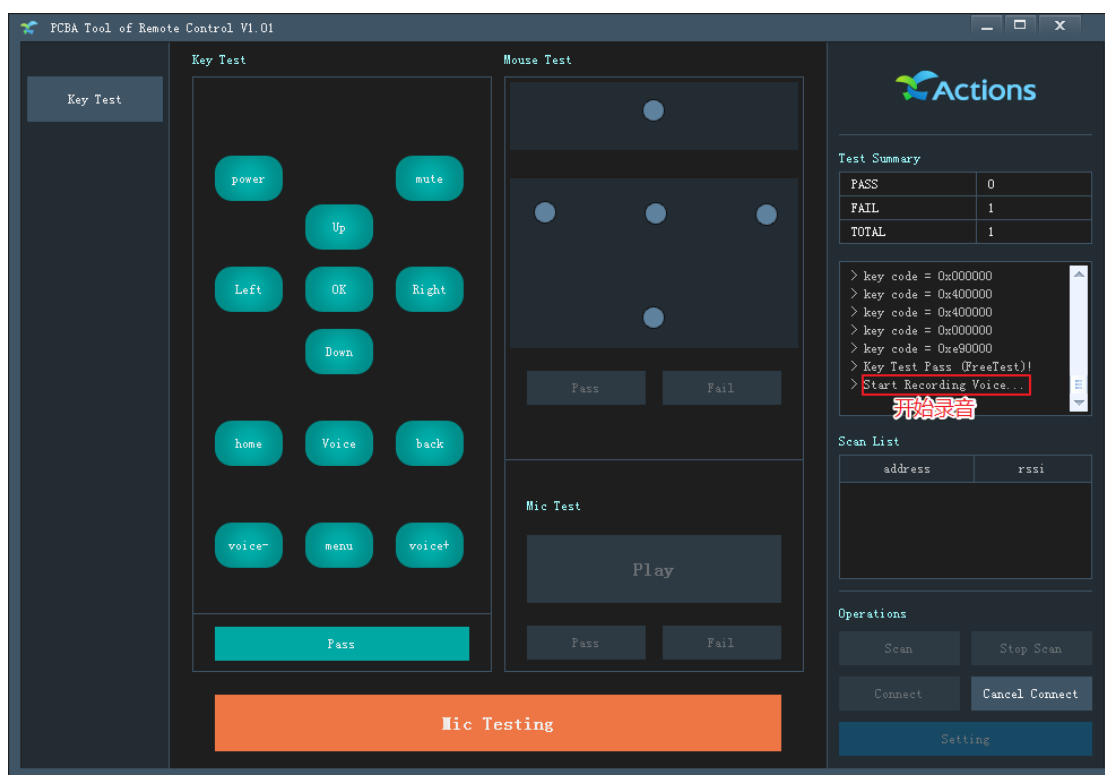

图 10 正在录音
- 12、 如果需要流水测试多台遥控器，接上图 10 步骤，用待测遥控器按下配对组合按键。